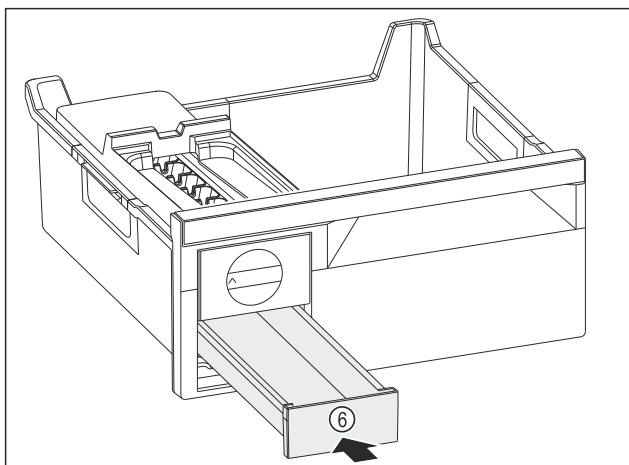

Fig. 135
- Встановіть форму для льоду Fig. 135 (6).